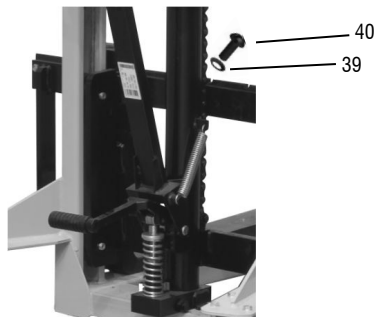

Fig. 7 – Completando/substituindo o óleo
Para completar ou substituir o óleo, remova o parafuso (40) e o anel de vedação/oring (39), complete o volume de óleo e recoloque o anel de vedação/oring (39) e o parafuso (40), ver fig. 7.